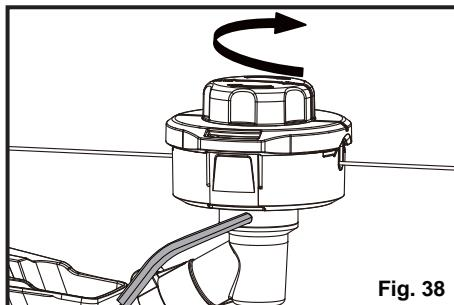

Fig. 38
- Inserte la llave hexagonal incluida en el orificio de la brida para bloquear el eje. Luego, gire el cabezal de la bordeadora hacia la derecha para sacarlo (Fig. 38).